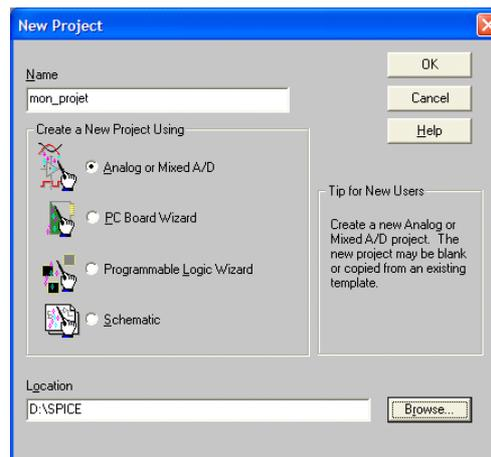

Fig. 3 – Création d’un nouveau projet
- La fenêtre de la figure 3 s’ouvre. Nommer votre projet, par exemple mon_projet, il prendra l’extension .opj automatiquement.